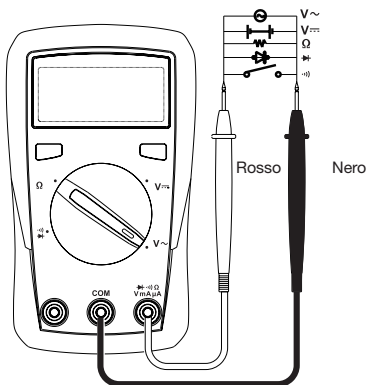

Fig. 2
1. Inserire il cavo di misura rosso nella boccola di misura $VmA\mu A\Omega$ e il cavo di misura nero nella boccola di misura COM. Utilizzare la Fig. 2 come guida
3. Collegare entrambe le puntali di misura all'oggetto da misurare. Se la tensione di ingresso (CC) è negativa, davanti al valore misurato
Utilizzare la Fig. 2 come guida.
1. Inserire la spina del puntale nero nella boccola COM. Inserire la spina del puntale rosso nella boccola VmA μ A Ω . Utilizzare la Fig. 2 come guida